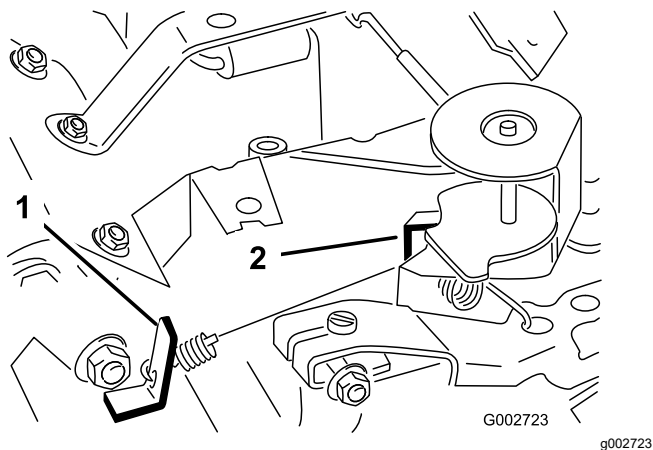

図 42
3. 調速アイドルスプリングアンカーの耳 (図 42) を曲げて、エンジン速度を 1,675/1,875rpm に調整する。
6. 高速アイドルスプリングアンカーの耳(図 42)を曲げて、エンジン速度を 3,350-3,450 rpm に調整する。